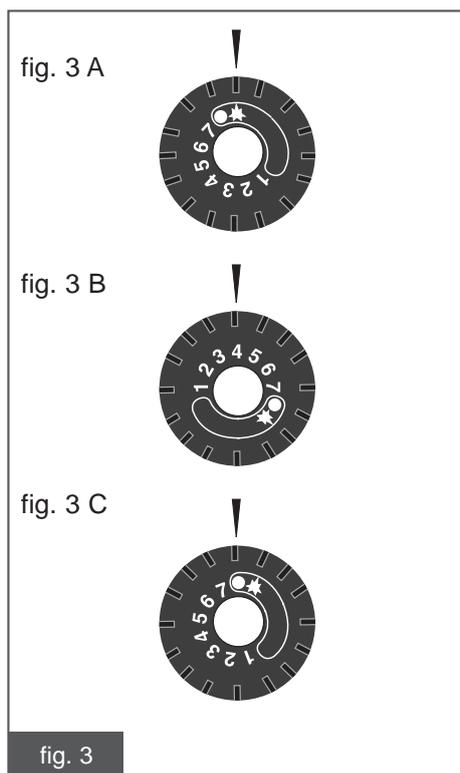

fig. 3
- Ruotare in senso antiorario la manopola D (fig. 1) in posizione * (fig. 3 A);
- Il valore della temperatura desiderata nell'ambiente è impostato ruotando la manopola in senso antiorario e posizionandola sul riferimento della potenza desiderata (da 1 a 7 in fig. 3 B);
Se dopo un periodo di funzionamento si desidera interrompere l'erogazione del calore ma si vuole mantenere accesa la fiamma pilota, ruotare la manopola in senso orario sino alla posizione ● (fig. 3 A).
Per spegnere l'apparecchio ruotare la manopola in senso orario fino alla posizione (fig. 3 C); **ATTENZIONE:** effettuando questa operazione entra in funzione un dispositivo che impedisce ogni rotazione della manopola intesa ad aprire il bruciatore principale. Se si vuole riaccendere subito l'apparecchio è necessario attendere che il dispositivo si sblocchi e comunque **attendere tre minuti prima di riaccendere l'apparecchio, anche se questo si è spento accidentalmente. Non forzare la manopola.**